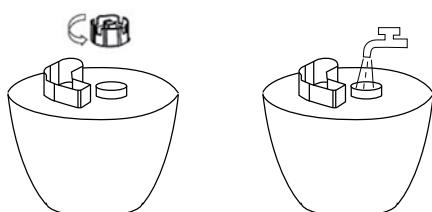

Рис. 2
- Откройте крышку резервуара для воды против часовой стрелки и залейте воду в емкость (рис. 2). Температура воды не должна превышать 40 °C.